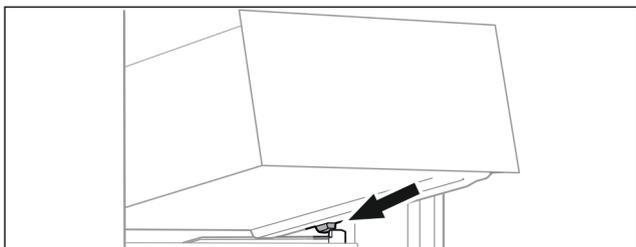

Fig. 98
- ▶ Nasadte zásuvku šikmo za zarážky na žebrování na nádoby. (viz Fig. 98)